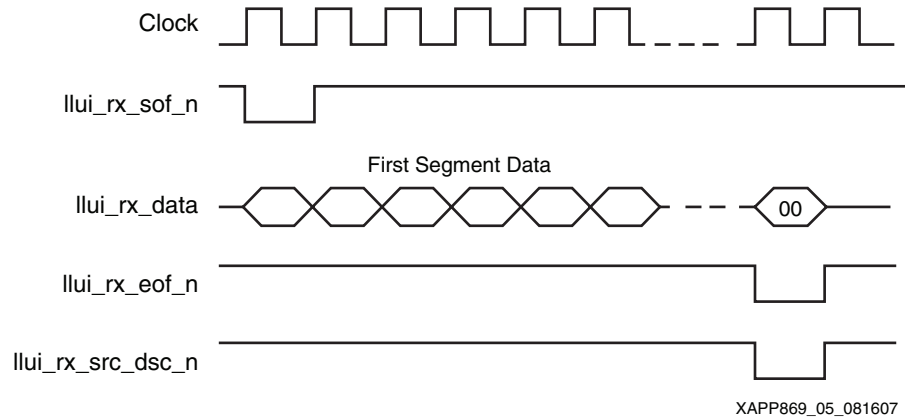

图 5: 在本地链路接收时中断
在此中断情况下，用户可以在来自用户的段已通过 TLI 发送后触发 LLUI_TX_SRC_DSC_N。例如，用户可以在第三段期间触发 LLUI_TX_SRC_DSC_N。这表明第一段已通过 TLI 发送，来自用户的第二段正在数据缓冲器中，并且正在通过 TLI 进行传输。缓存第三段期间，如果用户中断该帧，则通过 TLI 传输第二段会被中断，并且 FIFO 会被 Context IP 逻辑清空。此外，还会通过 TLI 发送一个双字 (DW) TLP（一个长度等于 1DW [32 位] 的 TLP）以及 TAG 区段中的中断标记位集。该 TLP 会告知接收端先前收到 TLP 的帧已中断。在接收端，接收 1-DW TLP 以及中断标记位集会被翻译为 LLUI_RX_SRC_DSC_N，如图 5 所示。